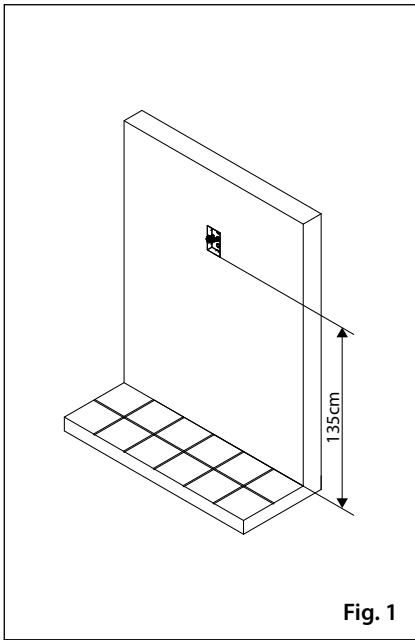

Fig. 1
1. Proteggendo i fori di fissaggio del videocitofono alla scatola da incasso, murare a filo muro la scatola da incasso in posizione verticale lasciando circa 135cm tra la parte inferiore della scatola e il pavimento come mostrato in **Fig. 1**;